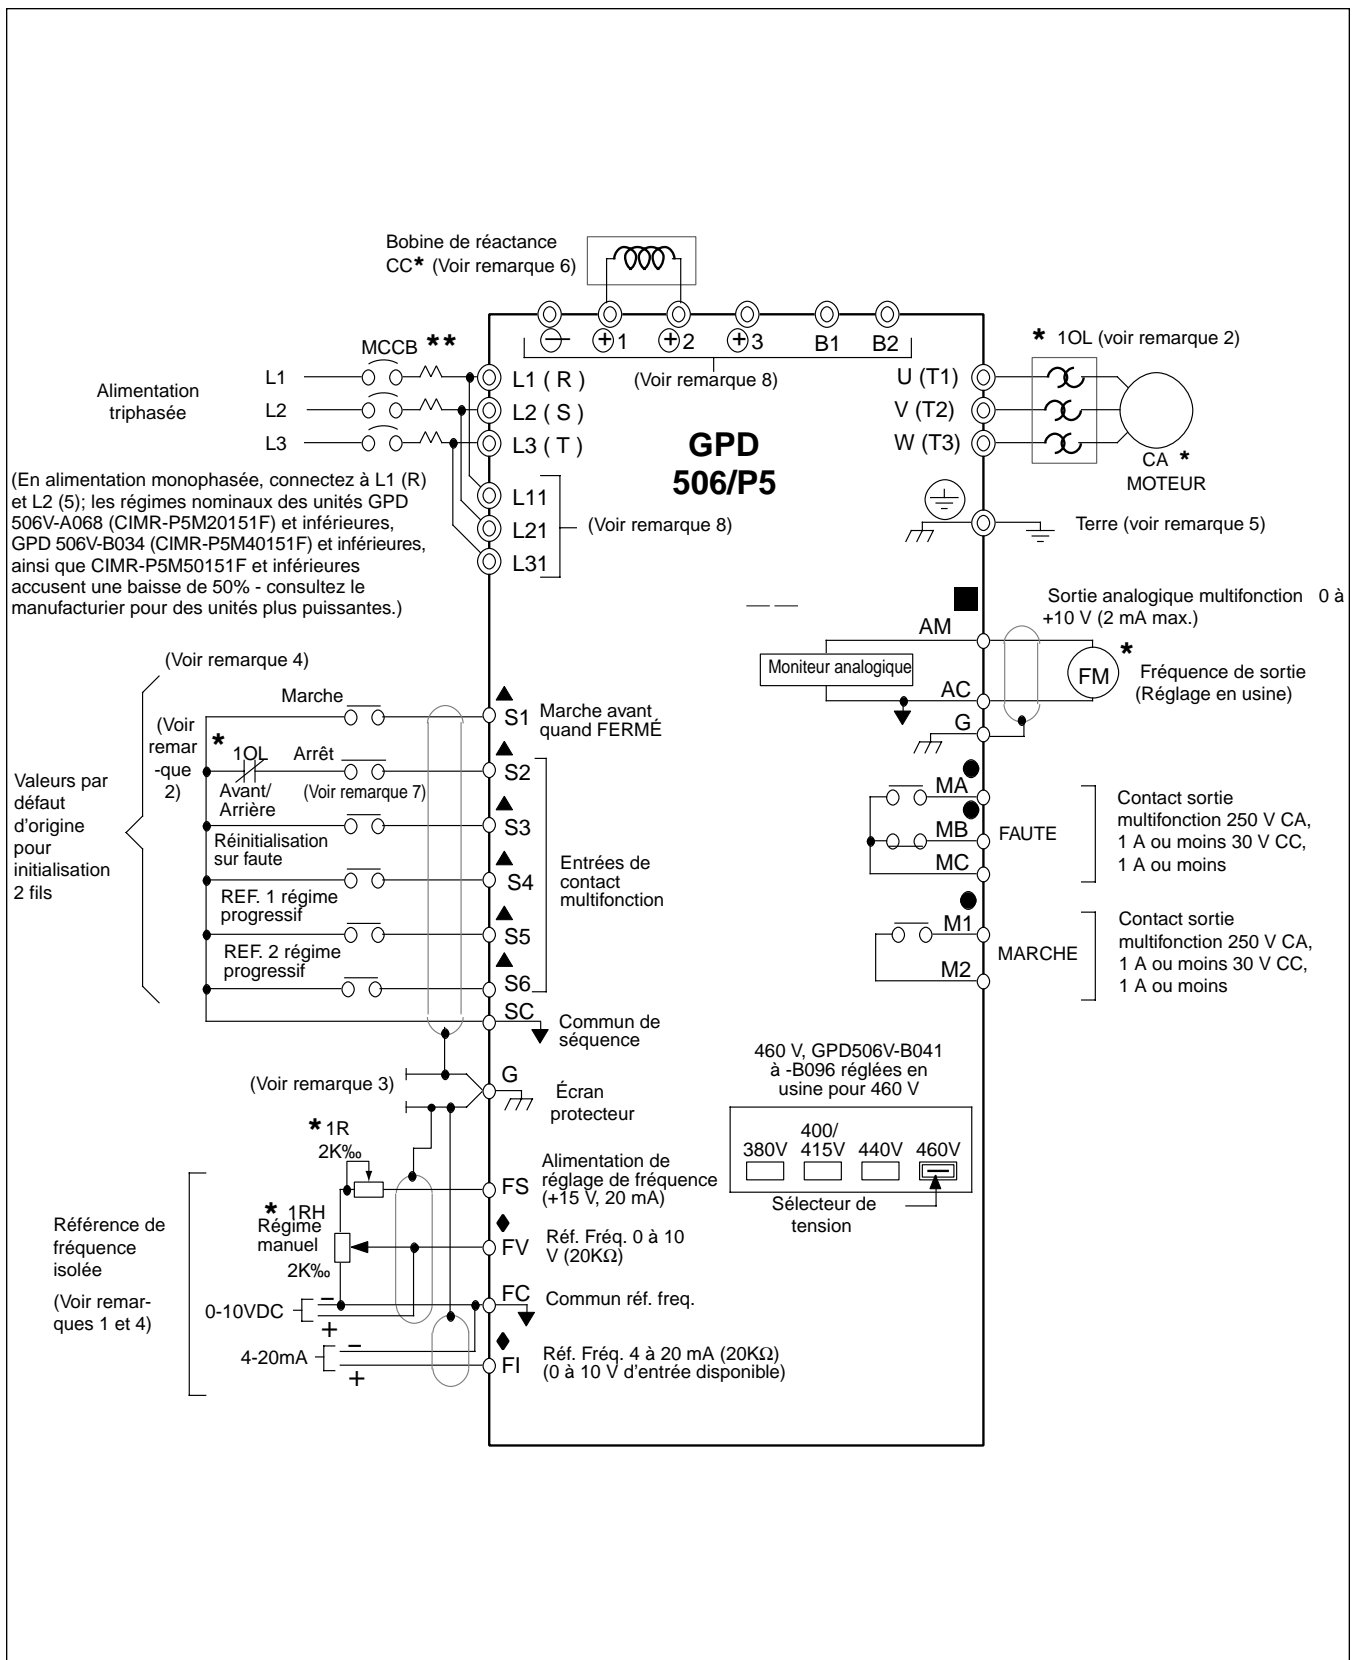

Fig. 1-4. Connexion de 230 V, 460 V ou 575 V - Commande à trois fils (n001 = 9) (avec paramètres n036 = 1, n037 = --, n038 = 4, n039 = 10 et n040 = 11)
- Les interconnexions des commandes à trois fils externes avec l'Opérateur numérique sont montrées à la figure 1-4.
REMARQUES RELATIVES À LA FIGURE 1-4